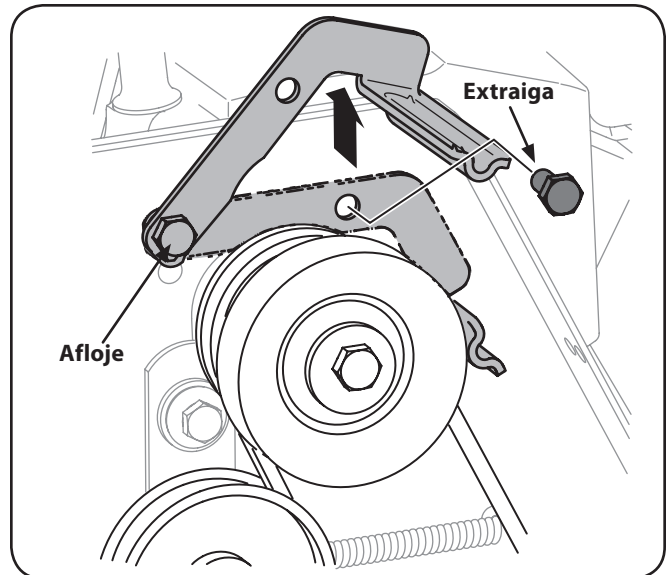

Figura 7-3
4. Afloje el perno que se muestra en la Figura 7-3 que sujeta la ménsula del guardacorrea y retire el otro perno. Empuje la ménsula del guardacorrea hacia arriba para sacarla de la polea del motor. Vea la Figura 7-3.